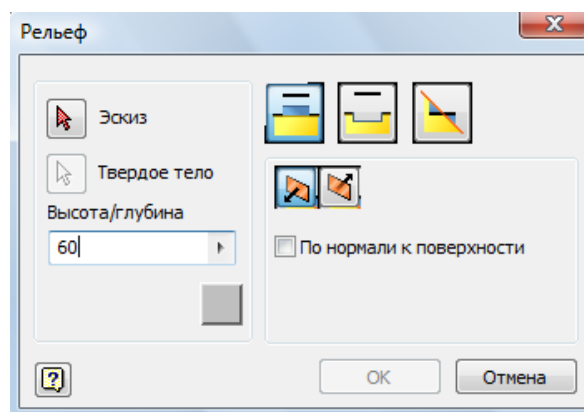

Рис. 4
**Рельеф** Вызвать команду «Рельеф» > «Выштамповка», выберите нужный контур, задайте глубину равную **60**. (см. рис.4)